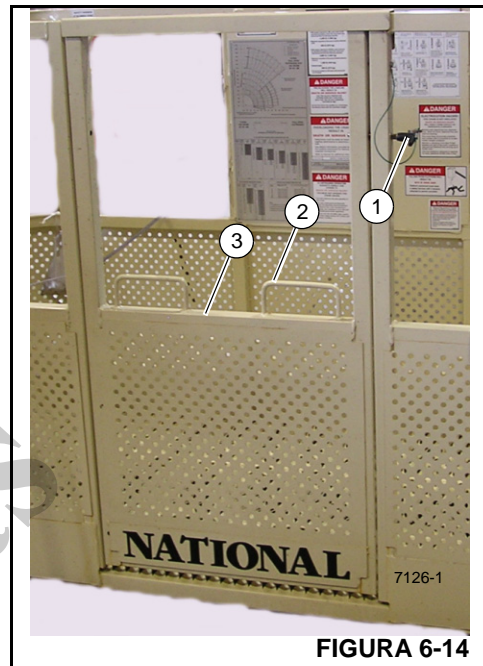

FIGURA 6-14
1. Para entrar na plataforma, remova o contrapino da porta (1, Figura 6-14), puxe a alça para cima (2) e gire a porta (3) para abrir.
2. Conecte o cinturão de segurança ao ponto de fixação. Feche a porta da plataforma (3, Figura 6-14) elevando a maçaneta da porta (2) e mova a porta para a posição fechada, reinstalando o pino de segurança (1).